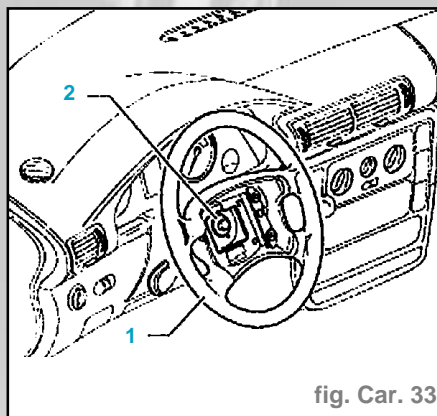

fig. Car. 33
- Dévisser la vis six pans (2) (60 Nm - doit être remplacée) (fig. Car. 33)